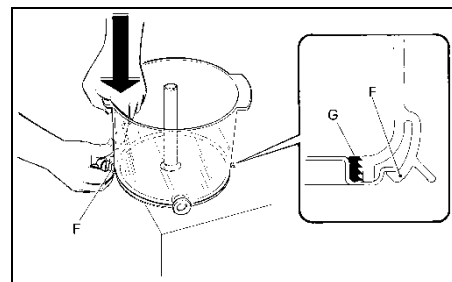

Fig. 5
- **E**n la fase de montaje, posicione la junta G como se muestra en la fig 5.
- **A** fin de facilitar el montaje, aplique vaselina u otro lubricante adecuado en el alojamiento del recipiente (A) en contacto con la junta (G) (fig. 5).
- **T**ire hacia afuera la palanca (F) y empujando hacia abajo (fig 5) inserte la cubeta en su alojamiento.